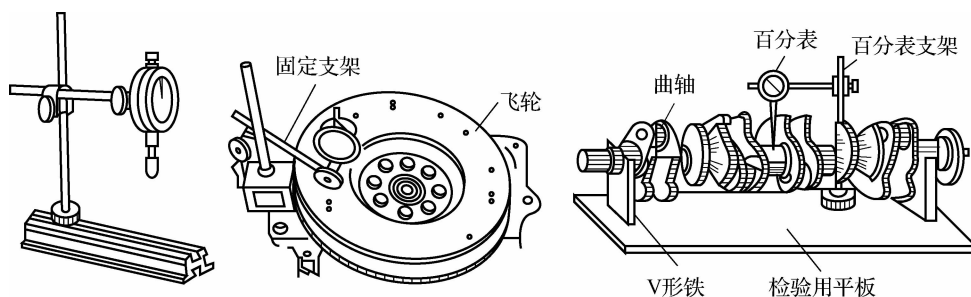

图 2-34 百分表支架及百分表的使用
(1)使用磁座百分表测量工件时,必须将其固定在可靠的支架上,如图 2-34 所示。